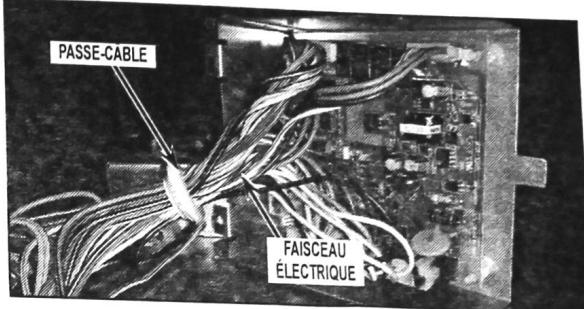

FIGURE 6
8. Retirer le passe-câble du côté de l'ancien module HT. Voir Figure 6.
9. Retirer tous les connecteurs de l'ancienne carte HT et jeter l'ancien module HT. NE PAS ENLEVER DE L'APPAREIL le faisceau électrique relié à l'ancien module HT. Voir les Figures 6 et 7.